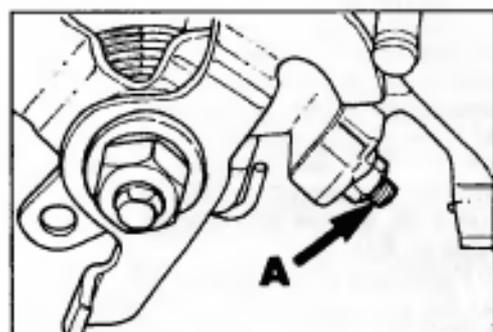

Рис. 6 Упор дроссельной заслонки вторичной камеры
- Отвинтите стопорный винт А (Рис. 6) до образования зазора между винтом и упором.